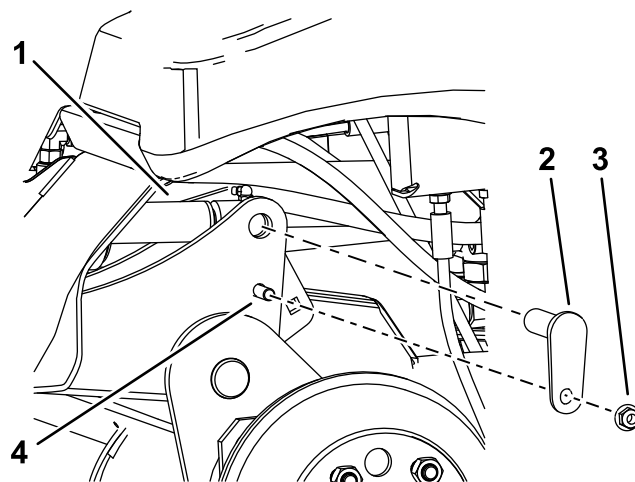

Bild 10
- C. Verwenden Sie einen Austreiber, um die Löcher der Zylinderstange mit den Löchern des Hubarms auszurichten (**Bild 10**).
- D. Verwenden Sie zwei Schrauben ($\frac{3}{8}$ " x $1\frac{1}{4}$ "), zwei Muttern ($\frac{3}{8}$ ") und zwei kleine Stifte, um die Hubarme an den Zylindern zu befestigen (**Bild 10**).